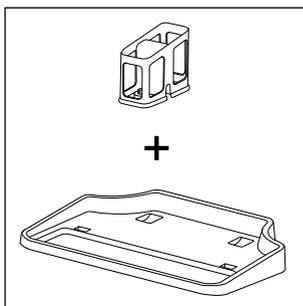
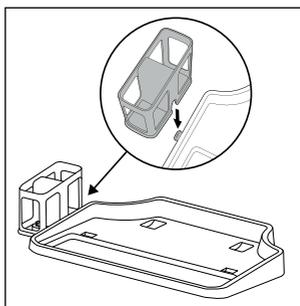

Fig. 4
Fig. 5
- ◆ La stazione di parcheggio e pulizia è costituita da una base ❶ e da un supporto del rullo a spazzola ❷ (vedere fig. 4). Per montare la stazione di parcheggio e pulizia, spingere il supporto del rullo a spazzola ❷ lateralmente nell'apertura della base ❶. Spingere in basso il supporto del rullo a spazzola ❷ finché non s'innesta saldamente nella base ❶ (vedere fig. 5).